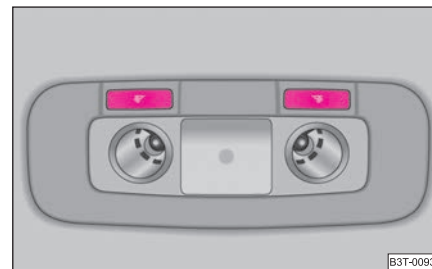

Fig. 52 Sector del revestimiento interior del techo: iluminación del habitáculo y lamparitas de lectura posteriores
- La lamparita de lectura derecha o bien izquierda se enciende o apaga pulsando el conmutador ➡ ➡ página 63, fig. 52. ■